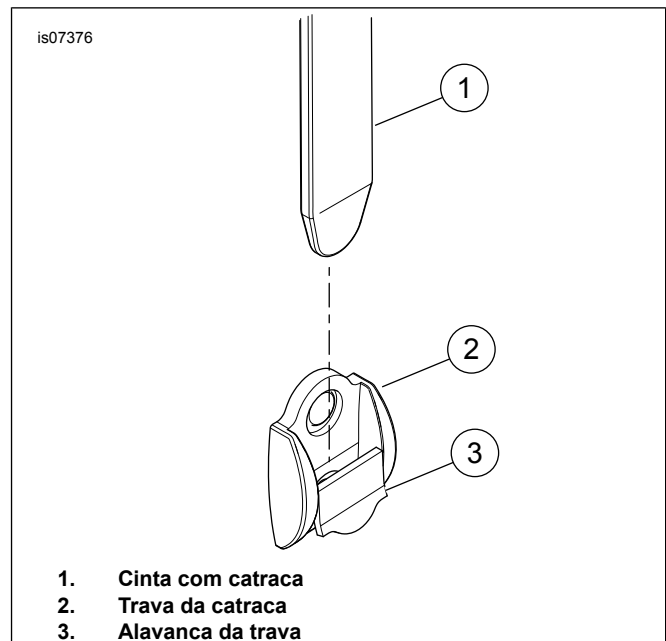

Figura 1. Trava da catraca
1. Veja Figura 1. Levante as duas cintas da tampa do alforje do engate magnético para expor as travas da catraca (2).
2. Levante as alavancas da trava (3) para liberar as cintas com catraca (1) da trava. Repita o mesmo procedimento para o engate da catraca do lado oposto.
1. Veja Figura 1. Levante cada cinta da tampa do alforje do engate magnético para expor as travas da catraca (2).
2. Pressione cada alavanca da trava (3) para fechá-las.
3. Alinhe as cintas com catraca (1) e insira-as na parte superior das travas (2).